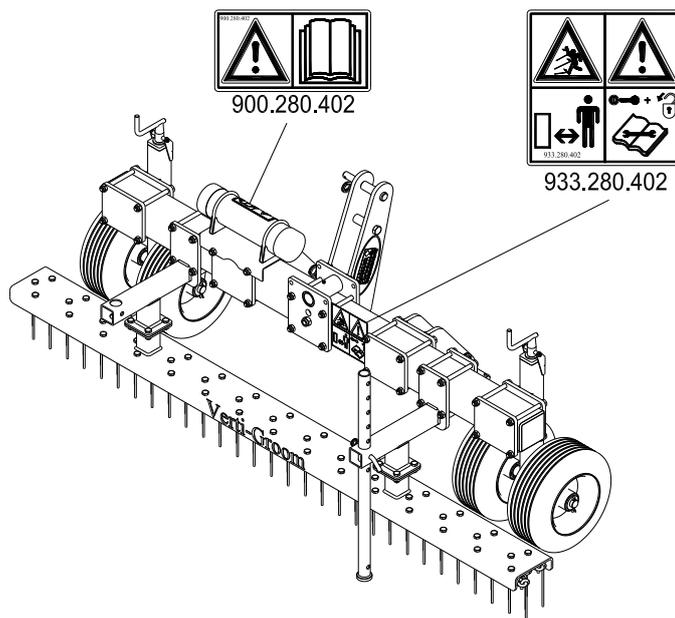

Fig. 5
En ambos lados del Verti-Groom hay etiquetas (Fig. 5) (Fig. 2,3,4) con un significado idéntico. Estas etiquetas de seguridad deben ser siempre bien visibles y legibles, y cuando estén dañadas se deben cambiar.
- (7) Posición de las etiquetas de seguridad. (Fig. 5)